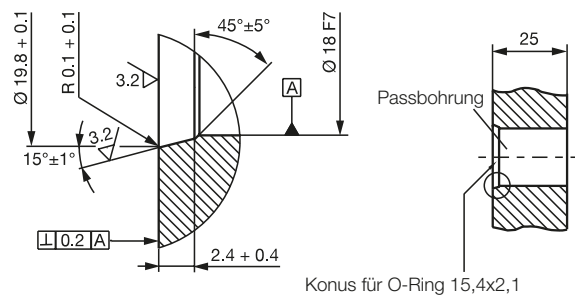

Bild 4-4: Passbohrung für die Montage des BTL mit O-Ring
Passbohrung: Die Anlagefläche des BTL muss vollständig an der Aufnahmefläche anliegen. Der passende O-Ring muss die Bohrung perfekt abdichten, d. h. die Ansenkung für den O-Ring muss Bild 4-4 entsprechend gefertigt werden.
Die Tiefe des Einschraubblochs muss mindestens 25 mm betragen (siehe Bild 4-4).
- ▶ Die Anlagefläche des BTL muss vollständig an der Aufnahme­fläche anliegen. Der passende O-Ring muss die Bohrung perfekt abdichten, d. h. die Ansenkung für den O-Ring muss Bild 4-4 entsprechend gefertigt werden.